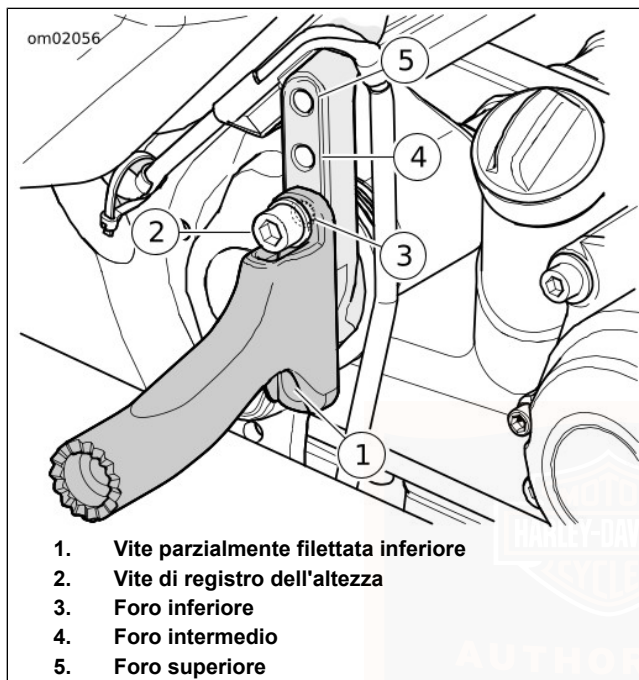

Figura 44. Registro dell'altezza della pedana (braccio girevole e pedana rimossi)
Vedere Figura 44. La vite parzialmente filettata inferiore (1) di solito non viene rimossa. Il braccio di montaggio scorre in alto e in basso con la vite parzialmente filettata inferiore in posizione. Se viene rimossa la vite parzialmente filettata inferiore, installarla e serrarla a 5,4–8,1 N·m (48–72 in-lbs).
1. Rimuovere la vite di registro dell'altezza (2).